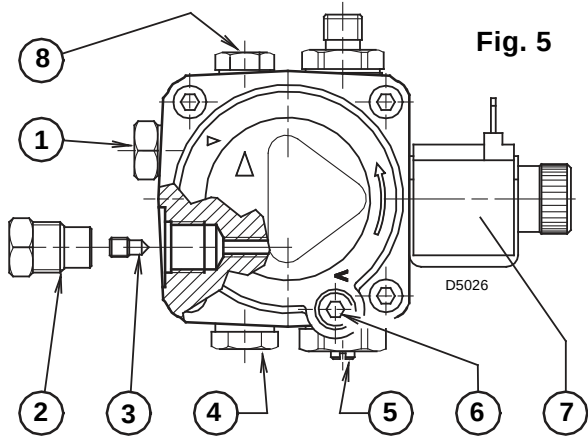
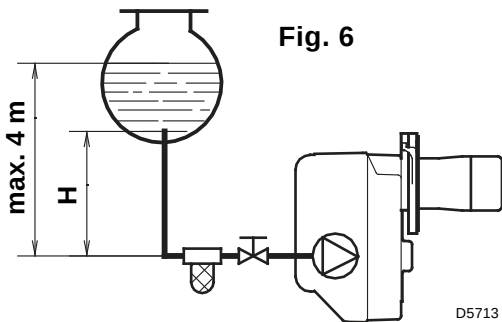

Fig. 5
Fig. 6
- La pompe est prévue pour un fonctionnement en bitube. Pour le fonctionnement en mono-tube, il faut dévisser le bouchon de retour (2), enlever la vis de by-pass (3) et ensuite revisser le bouchon (2), (voir fig. 5).
Dans l'installation en fig. 6, il faut desserrer le raccord du vacuomètre (5, fig. 5) jusqu'à la sortie du combustible.